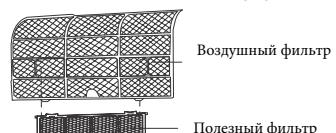

Рис. 20
(2) Поместите полезный фильтр на воздушный фильтр (Рис. 20).